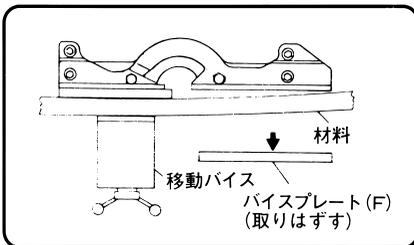

図34
材料に曲がりがある場合は、図34のように、バイスプレート (F) (右側) を取りはずし、作業してください。